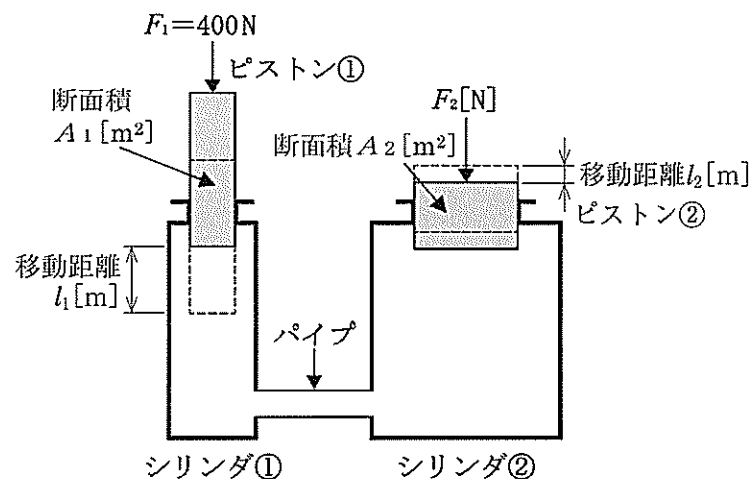

図10
第9問題 図10は、液体を満たした断面積の異なる二つのシリンダをパイプでつないだ装置である。ピストン①、②の直径をそれぞれ $d_1=50\text{mm}$ 、 $d_2=150\text{mm}$ とし、ピストン①に $F_1=400\text{N}$ の力を加えたとき、後の問に答えよ。
- 問1 図10のように、密閉容器中の流体の一部に圧力を加えると、流体のすべての部分に同じ大きさの圧力が伝わる。この原理の名称を答えよ。
- 問2 ピストン②で押し上げることのできる力 F_2 [N] を求めよ。
- 問3 ピストン②を0.05m動かす場合、ピストン①の移動距離 l_1 [m] を求めよ。